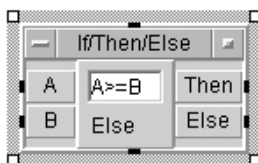

Рис. 8.4
2.4. Создать объект If/Then/Else из главного меню (Flow→If/Then/Else), который будет запускать измерение в случае, если разница температур, вычисляемая вышеописанной формулой, будет больше порогового значения (шага по температуре). Добавить этому объекту входной терминал «В» и ввести логическую формулу, как показано на рис. 8.4. Создать в объекте «Measurement» входной терминал с именем «Temp_Step». Затем подсоединить к терминалу «А» результат «Magnitude», а к терминалу «В» – терминал «Temp_Step».